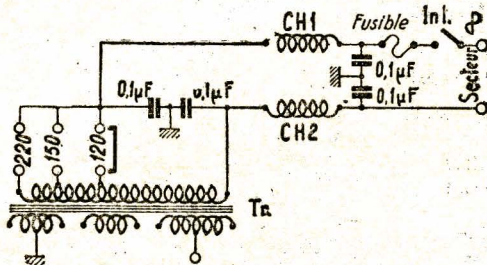
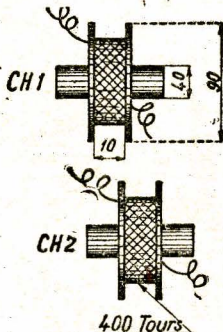

Figure 1
Figure 2
montre la figure 1. De cette façon, la HF est parfaitement bloquée et ne peut absolument pas s'écouler par le secteur. On peut réaliser CH1 et CH2 en bobinant en vrac, sur un tube de 40 mm. de diamètre et entre deux flasques de carton, quelques 400 tours de fil 6/10 de mm émaillé (fig. 2).
3) Dans la figure 2 le cette description, nous avons la représentation détaillée du bob-